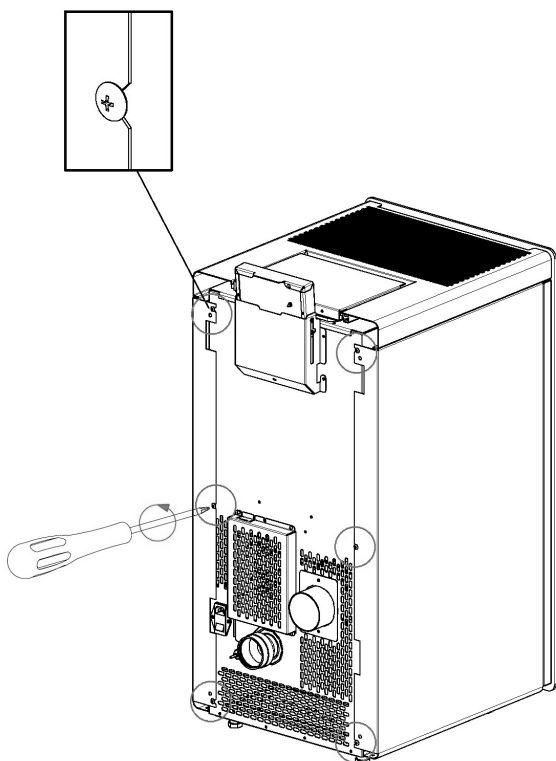

Fig. 74 - Dévisser les vis
- Dévisser les 4 vis arrière (voir **Fig. 74**).
- Dévisser les 6 vis arrière (voir **Fig. 74**).